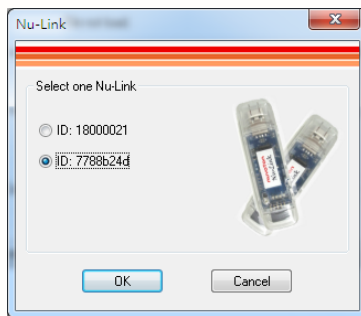

Figure 4-6 选择一个 Nu-Link Adapter
- Step 7: 如果有两个或以上的 Nu-Link Adapters 连接到主机的话, 有消息框弹出会提示请在两个 Adapters 中 2 选 1。点击 **OK** 就会把所选中的 adapter 连接到主机。参见 Figure 4-6. 当一个 Nu-Link Adapter 已经被选中, 那么对应的状态 LED 会开始闪动。关于闪动的详细描述, 请参阅 “Select a Nu-Link Adapter to connect with the host” 相关的: 表 2-4.